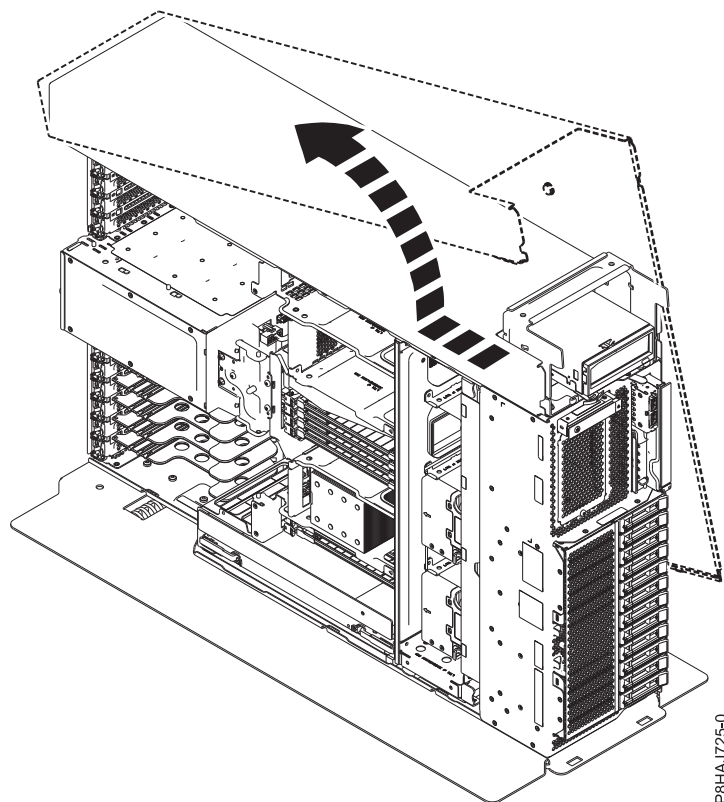

Figura 13. Remover a tampa lateral de 8286-41A
5. Deslize a tampa lateral para fora do sistema na direcção demonstrada em Figura 13.